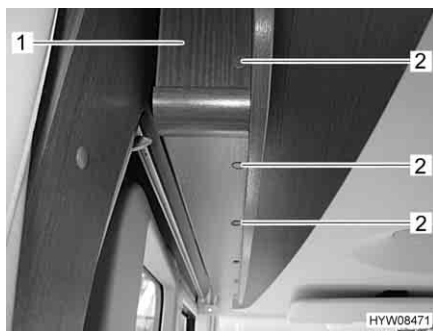

Fig. 60 Diaframma sul letto basculante
- Togliere tutti i coperchi di copertura (Fig. 60,2).
- Svitare tutte le viti (a intaglio) che si trovano sotto i coperchi di copertura e rimuovere il diaframma (Fig. 60,1).